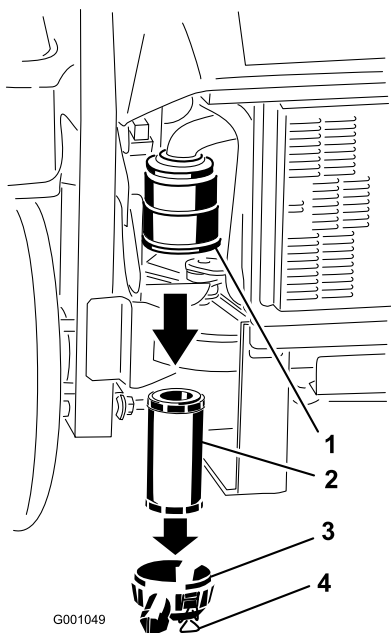

Figura 27
3. Rilasciate i dispositivi di fermo del filtro dell'aria e togliete il coperchio dal corpo del filtro (Figura 27).
5. Estraete con cautela il filtro dal corpo del filtro dell'aria (Figura 27). Non urtate il filtro contro il corpo.